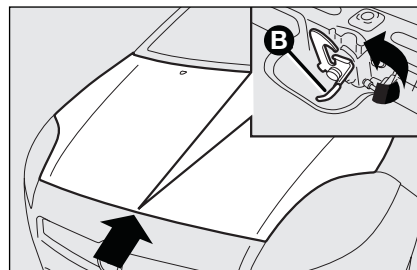

Рис. 97
- ☐ потяните рычаг **B**, **рис. 97**, и поднимите капот.